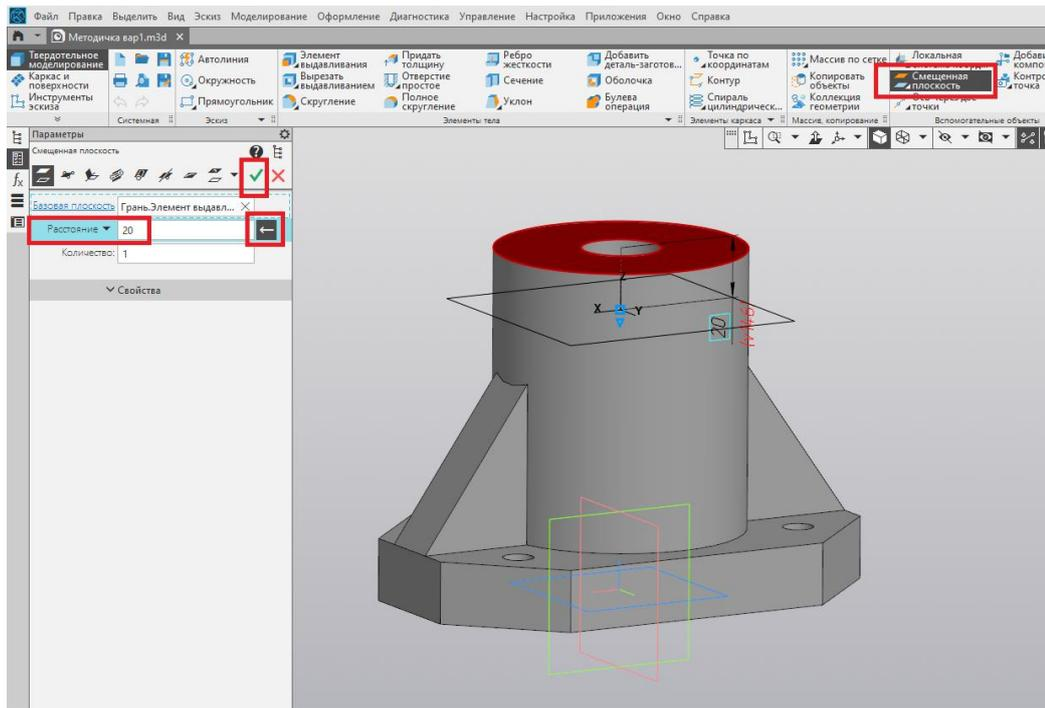

Рис. 27
24. При помощи команды «Смещенная плоскость» добавляем плоскость на 20 мм ниже верхнего основания детали (рис. 27).